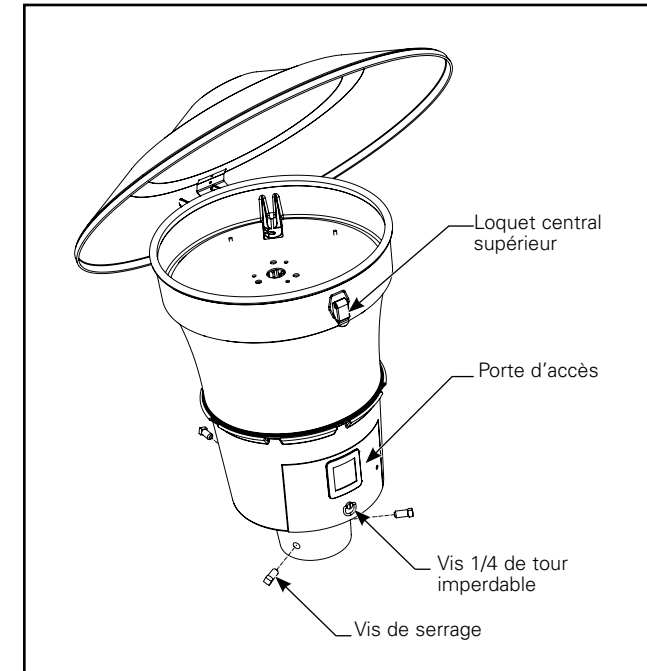
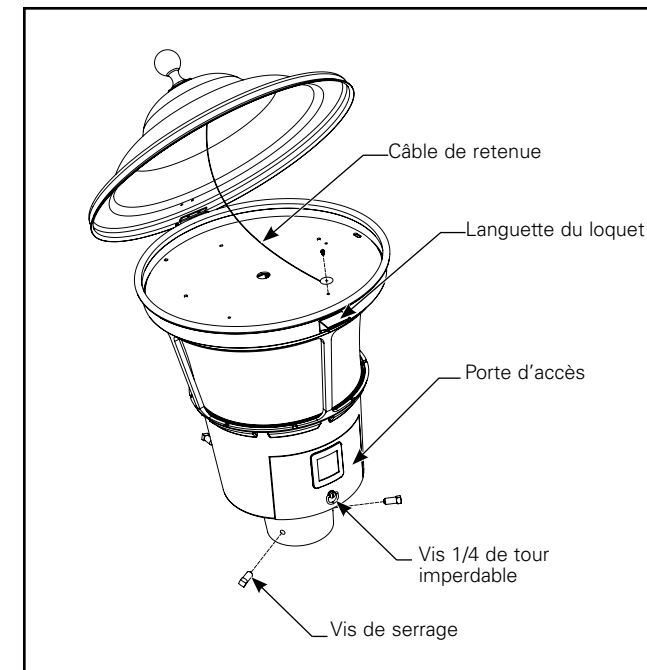

Figure 3.
Figure 4.
9. Installez le capuchon pour terminer le montage (Figure 3). Placez correctement la charnière à la verticale du capuchon sur la tige située sur le dessus du luminaire et assurez-vous sa rotation est libre. Pour les luminaires MPB et MPN, fixez le câble de retenue à la vis puis serrez la vis. (Figures 4 et 5)